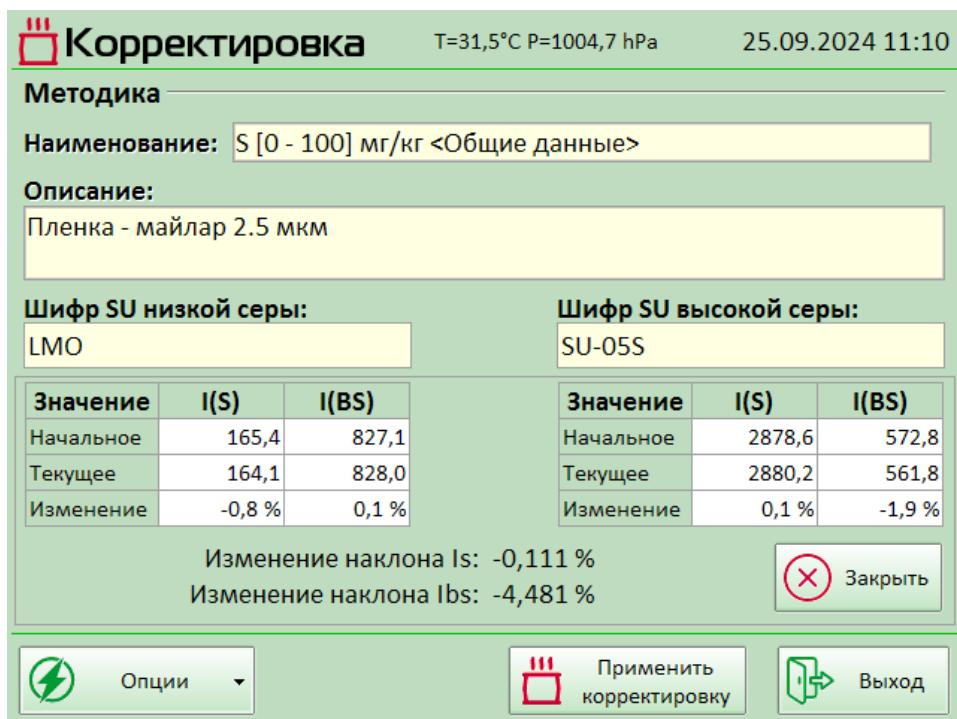

Рисунок 44
- По окончании измерений нажать кнопку **Просмотр результатов**. Отобразится панель просмотра результатов корректировки (Рисунок 44).